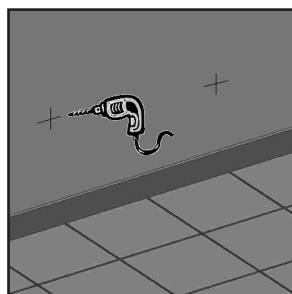

fig. 3
3. Taladrar en las marcas y colocar el taco. (fig. 3)